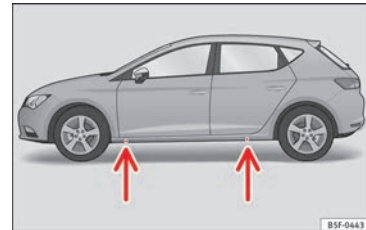

Fig. 74 Travesaño: marcas.
- Busque en el larguero la marca del punto de apoyo del gato (zona hundida) más cercana a la rueda a cambiar»» fig. 74.